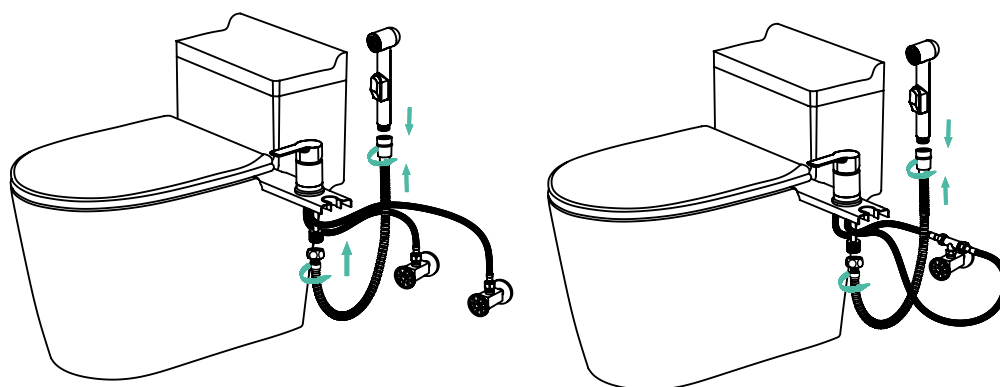

Рис. 9
8. Присоедините шланг для душа и гигиеническую лейку к смесителю (рис. 9).